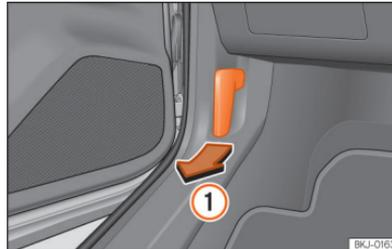

Abb. 170 Entriegelungshebel im Fahrerfußraum.
- Öffnen Sie die Tür und ziehen Sie an dem Hebel unterhalb der Instrumententafel >>> (Abb. 170) ①.